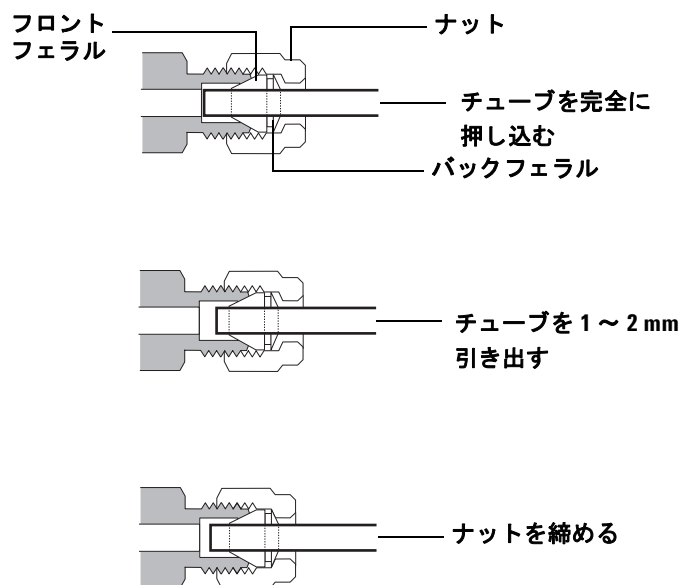

図9 チューブを挿入する
- 5 チューブを完全にプラグに押し込んでから、約 1 ～ 2 mm 引き出します (図 9)。